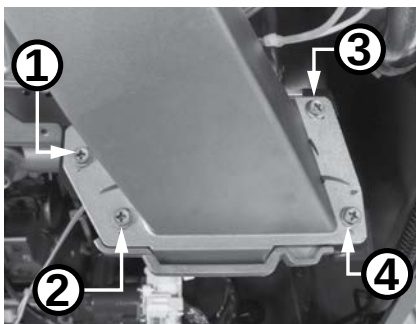

Figura 89 - Retire los tornillos del conjunto de ventilador.
- 10** Ubique los cuatro (4) tornillos que fijan el conjunto de ventilador al conjunto de quemador, como se muestra en la Figura 89. Use un destornillador Phillips para retirar los tornillos. Deje los tornillos a un lado en un lugar seguro para volver a instalarlos.